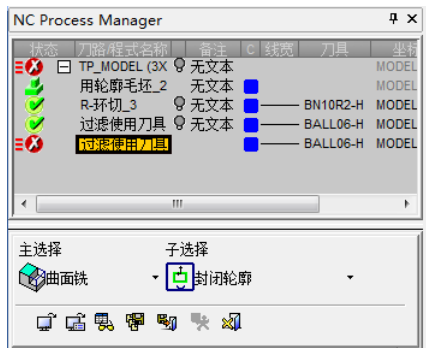

图 2-145 “NC Process Manager”对话框
3) 创建程序。单击“加工向导”工具栏上的“加工程序”按钮，弹出“NC Process Manager”对话框，“主选择”为“曲面铣”，“子选择”为“封闭轮廓”，如图 2-145 所示。